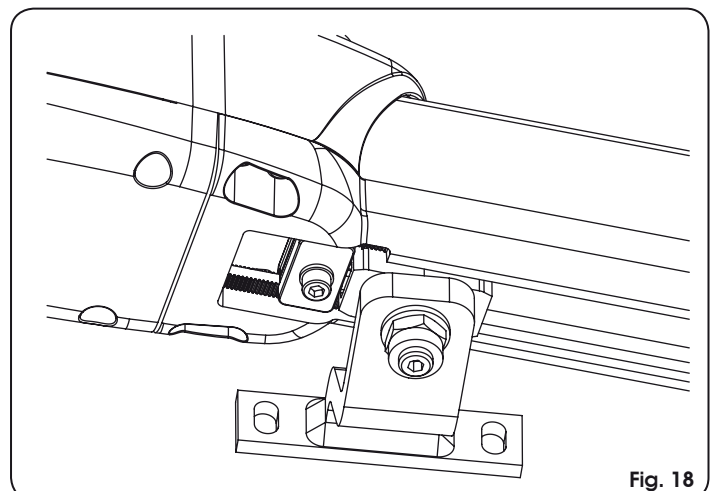

Fig. 18
- Desplace el bloqueo hasta colocarlo cerca del empalme como se indica en la Fig. 18.